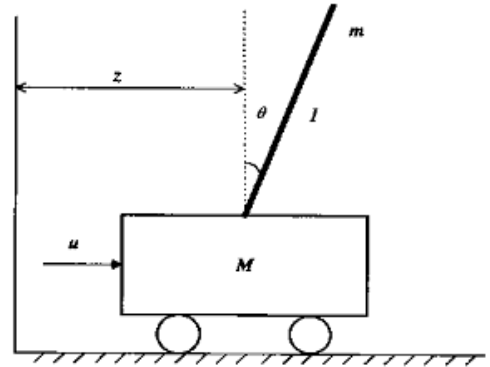

图 10.12 题 10.1 图
10.1 已知图 10.12 所示为倒立摆系统。摆杆长度  $l = 1m$ ，摆杆质量  $m = 0.1kg$ 。摆杆底端用铰链安装在质量为  $M = 1kg$  的小车上，在水平方向上施加控制力  $u$ ，相对参考系产生位移  $z$ ，忽略各种摩擦，设重力加速度为  $g = 9.81m/s^2$ 。试编写 M 文件 S 函数和 C MEX S 函数，建立倒立摆系统的模型并进行仿真。要求用户可以输入系统参数（摆杆长度、摆杆质量、小车质量）
提示：建立数学模型：小车位置  $z$ ，立摆偏离垂直位置的角度是  $\theta$ ，见图 10.12。